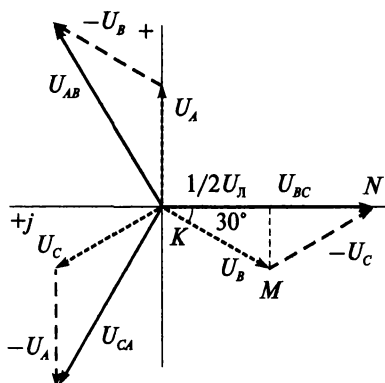

Рис. 12.6
И векторы линейных напряжений равны разности векторов фазных напряжений (рис. 12.6).
При симметричной системе напряжений треугольник ΔKMN (см. рис. 12.6) равнобедренный и имеет углы 30° , 30° и 120° . Тогда можно записать
Если на рис. 12.6 систему векторов повернуть против часовой стрелки (в сторону вращения ротора) так, чтобы вектор $\dot{U}_{BC}$ был направлен вдоль отрицательной оси действительных чисел, то вектор фазного напряжения $\dot{U}_A$ будет направлен по отрицательной оси мнимых чисел комплексной плоскости. Тогда угол $\psi_A = -90^\circ$.
Согласно рис. 12.6 и формуле (12.1) можно записать $\dot{U}_{AB} = \sqrt{3}U_A e^{j30^\circ}$.
10. Докажите каково соотношение между линейным и фазным напряжением в симметричной трехфазной системе при соединении обмоток генератора звездой, используя рис. 12.6.
11. Напишите в тригонометрической форме комплексы фазных и линейных напряжений, соответствующих рис. 12.6.